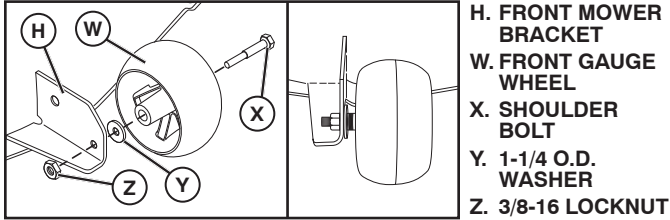

Fig. 22
2. ASSEMBLE FRONT GAUGE WHEEL (W) TO FRONT OF MOWER (See Fig. 22)